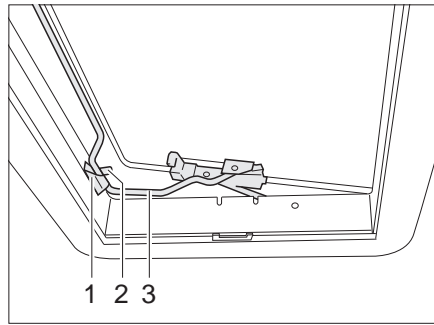

Bild 50 Heki-takluckan i ventilationsläge 2
- Sätt in bygeln (Bild 50,3) i hållaren (Bild 50,1).
- Ställ spaken (Bild 50,2) över bygeln.